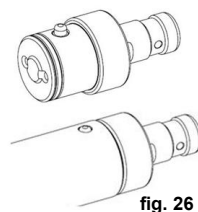

fig. 26
- Premere il perno di arresto del *pezzo d'ingresso* e inserirlo nel tubo sbattitore con un leggero movimento rotatorio. !! Il perno di arresto deve scattare in posizione! (fig. 26)